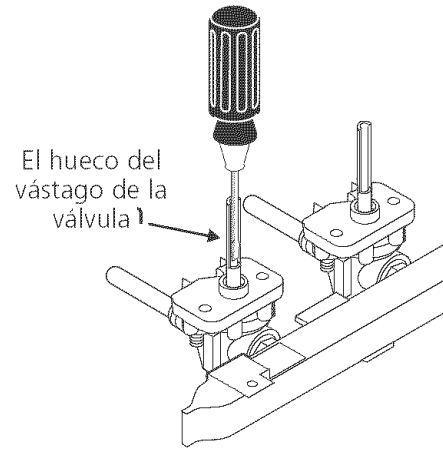

Figura 9
4. Ajuste bajo ("LO") ara la válvula de los quemadores de superficie (Figura 9)